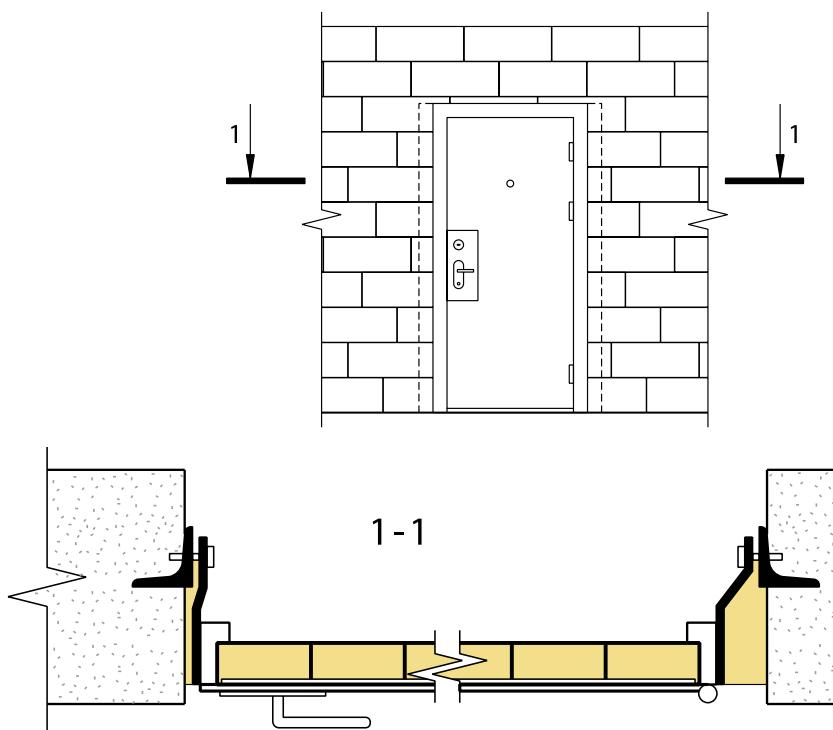

Рис. 4.9. Крепление дверного блока с большой массой полотна.
2. При установке дверных блоков с полотном большой массы рекомендуется крепление блока в проем через контркоробку из уголка, заштрабленного одной полкой в кладку (рис. 4.9).